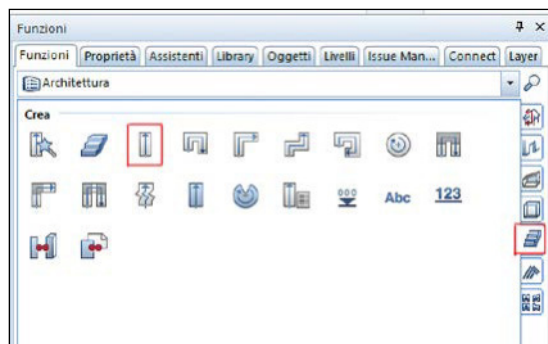

Fig. 40
- Successivamente nella funzione «architettura», selezione il tipo di scala desiderata, per esempio «scala diritta» (Fig. 40).